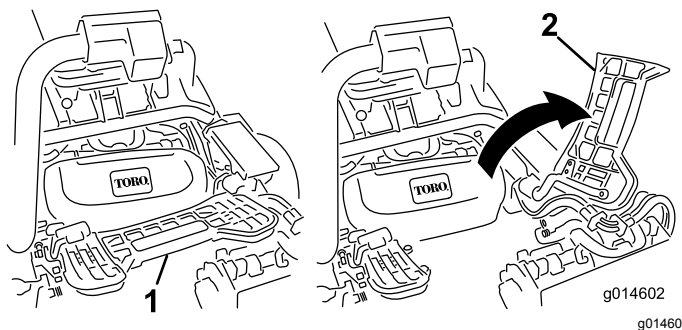

Figure 43
1. Relevez le repose-pieds pour accéder à la position de l'unité de coupe centrale (Figure 43).